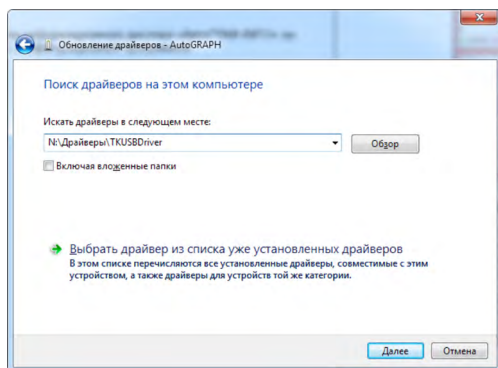

Рис.2
- Выполните установку драйвера вручную из указанного места – укажите путь к папке с распакованными драйверами и выполните установку (рис.2).